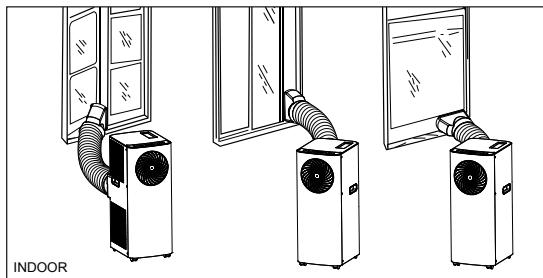

Abb. 4
- 1/ Schließen Sie die Abluftdüse (15) am Abluftanschluss
- 2/ Schließen Sie den anderen Abluftanschluss (12) am Luftaußelass (7) an der Rückseite des Geräts an Ziehen Sie den Schlauch (11) auf die gewünschte Länge und positionieren Sie die Abluftdüse (14) durch ein offenes Fenster, wie in Abbildung 4. dargestellt.